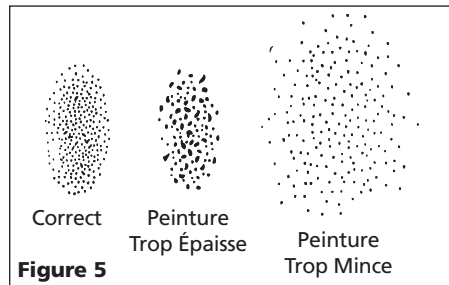

Figure 5
4. Avec le pistolet 20,32 cm (8 po) de la surface, appuyer sur la gâchette avec un coup court d'une seconde en tournant le bouton de contrôle de fluído au sens contraire des aiguilles d'une montre. Observer la configuration de pulvérisation sur l'objectif et régler le bouton de contrôle de fluído afin d'obtenir la configuration désirée (Voir Figure 5).